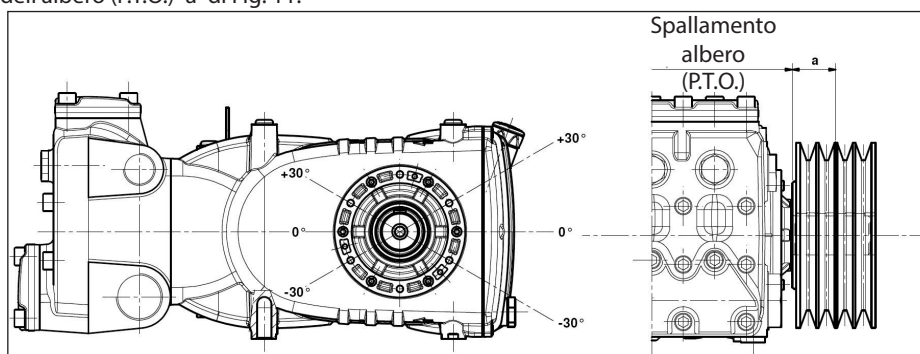

Fig. 11
Il carico radiale sull'albero non deve essere superiore a 7500 N (valore necessario per la definizione del Lay-out). La trasmissione è considerata adeguata se tale carico è applicato ad una distanza massima **a=40 mm** dallo spallamento dell'albero (P.T.O) come indicato in Fig. 11.
- b) Utilizzare cinghie ad alto rendimento - per esempio **XPB** invece di **SPB** - in quanto risulterà necessaria una quantità inferiore di cinghie a parità di potenza trasmessa ed una conseguente distanza inferiore della risultante rispetto allo spallamento dell'albero (P.T.O.) "a" di Fig. 11.
- e) Seguire la direzione del tiro cinghia come indicato in Fig. 11 per esigenze diverse contattare l'**Ufficio Tecnico o Servizio Assistenza Clienti**.